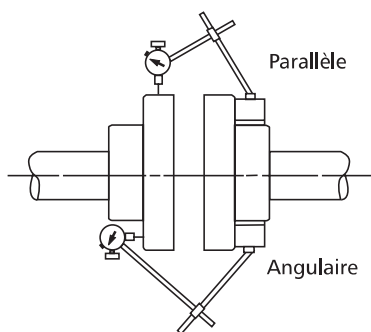

Figure 6
5.2.1. Les arbres ont été alignés en usine, mais le transport peut parfois les désaligner. On doit donc vérifier l'alignement avant la mise en service de la pompe (v. figure 6).